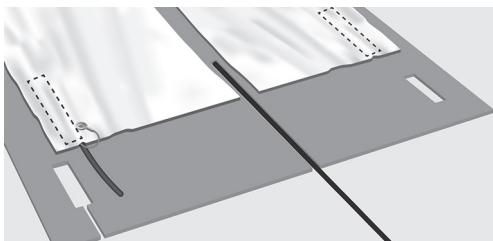

Fig. 8. Découpe dans la sous-couche
8. Une fois que le ou les tapis chauffants ont été installés selon votre plan, il convient de faire les découpes dans la sous-couche pour dégager de la place pour les joints du tapis chauffant (fig. 8).